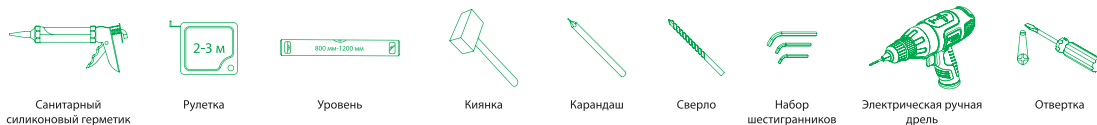

Рис. 2/2-сур.
1. **Необходимые инструменты:** санитарный силиконовый герметик, рулетка, уровень, киянка, карандаш, сверло, набор шестигранных, электрическая ручная дрель, отвертка (рис. 2).